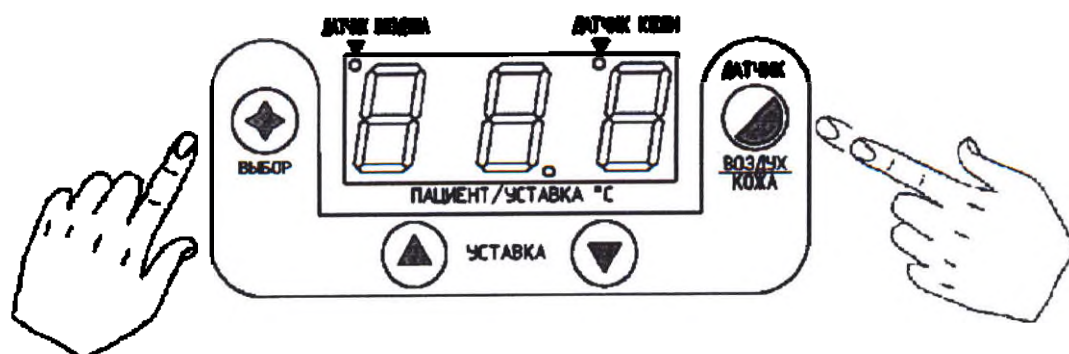

Рисунок 25
1.5.5 Для выбора типа датчика необходимо нажать кнопку **ВЫБОР** управления температурой и, удерживая ее в нажатом положении, однократно нажать кнопку **ДАТЧИК**. При этом загорится индикатор соответствующего датчика (рисунок 25).